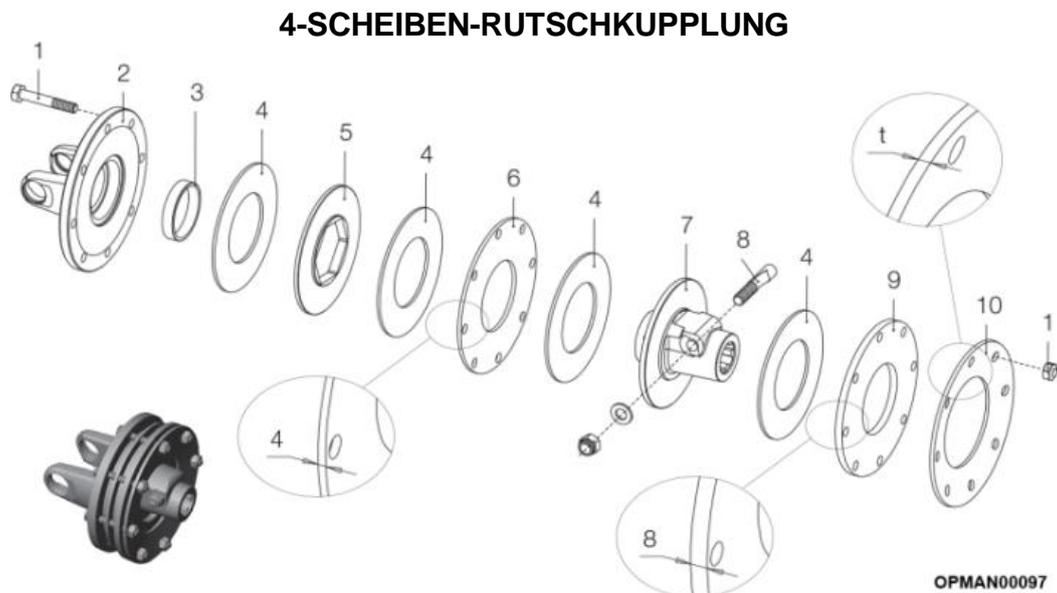

Abbildung 5.35
Abbildung 5.35 zeigt eine vollständige Übersicht der Rutschkupplung und wo sie an dieser Maschine zu finden ist.
5.4.1.6 Montieren Sie nacheinander die anderen Teile wie in Abbildung 5.35 dargestellt.